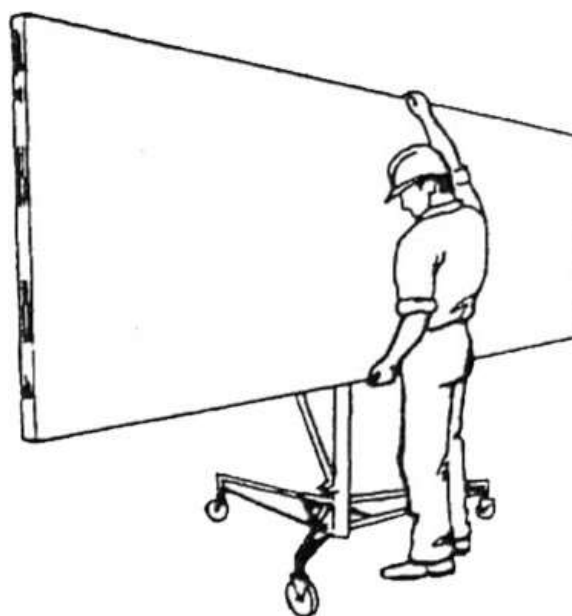

Figure 10
5. Placez le panneau de manière à ce que le côté « papier » soit face à la traverse inclinée puis chargez le panneau tel qu'illustré (Fig. 10). Placez le panneau sur les crochets de soutien et penchez-le attentivement contre les supports de traverse.